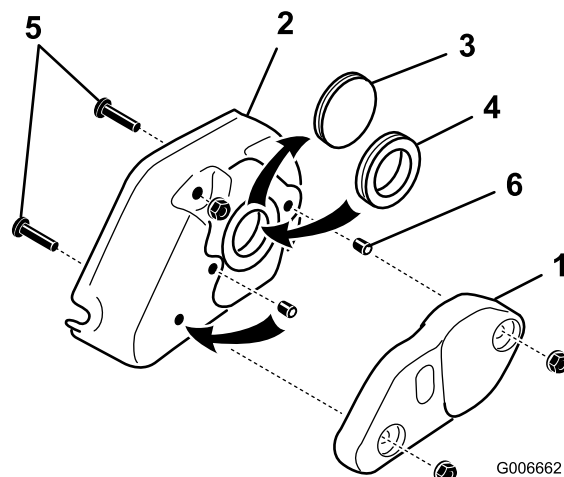

Figura 28
31. Retire as (2) porcas flangeadas de 5/16 polegadas que fixam o peso do rastelo à cobertura da mesma e retire o peso (Figura 28).
32. Retire o olhal sólido da cobertura e substitua-o pelo anel do olhal de borracha (Figura 28).
33. Retire os (2) parafusos de 5/16 x 1-1/4 roscados na cobertura (Figura 28).
34. Retire o parafuso de afinação do orifício central, na cobertura do rastelo (Figura 28). Instale este parafuso de afinação, bem como o parafuso de afinação incluído no kit, nos orifícios previamente usados para os parafusos de montagem da cobertura. Antes da instalação, aplique Loctite nos parafusos de afinação. Certifique-se de que os parafusos de afinação estão alinhados com a cobertura.